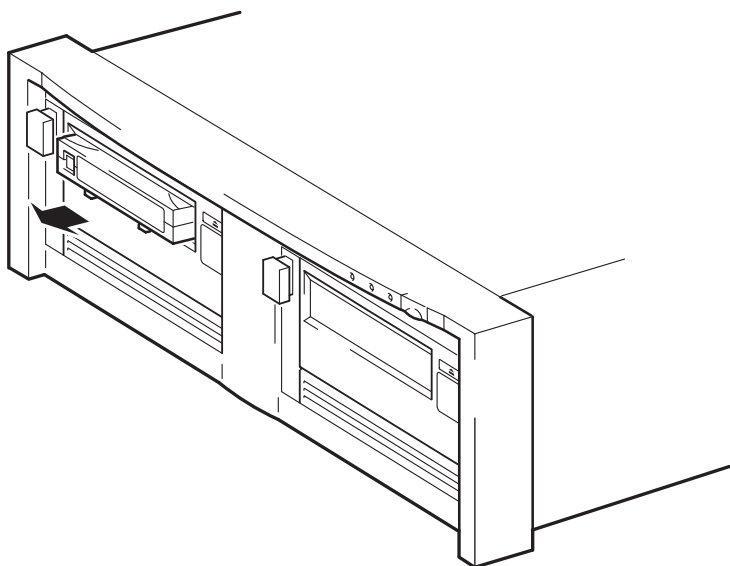

Figura 6b: descarga de un cartucho
- 1 Presione el botón de expulsión del panel frontal. (Véase la Figura 6b.)